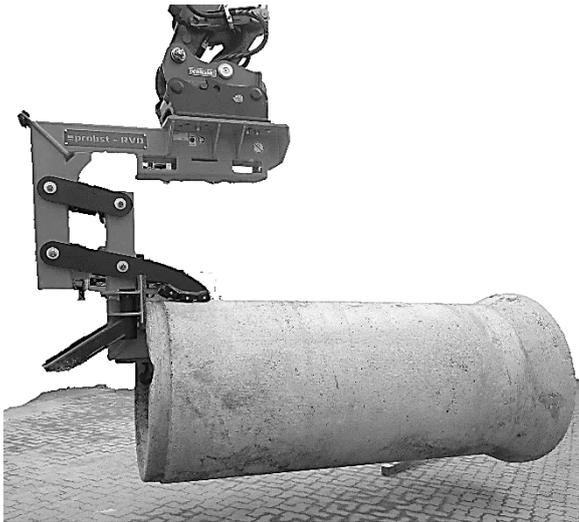

Abb. 1
- Zum Abladen (oder Beladen) z.B. von einen LKW ist das Einfahren des Aufnahmedorns auch von der Rohrspitze zulässig (Abb. 1).